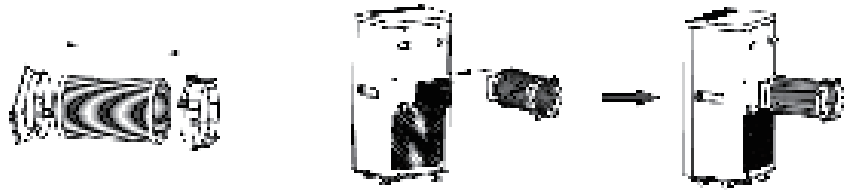

Fig 7
- (1) Draai beide uiteinden van de uitlaatslang in de vierkante bevestigingsclip en de platte bevestigingsclip.
- (2) Steek de vierkante bevestigingsclip in de openingen aan de achterkant van de airconditioner (zie Fig.7).
- (3) Plaats het andere uiteinde van de uitlaatslang op de dichtstbijzijnde vensterbank.